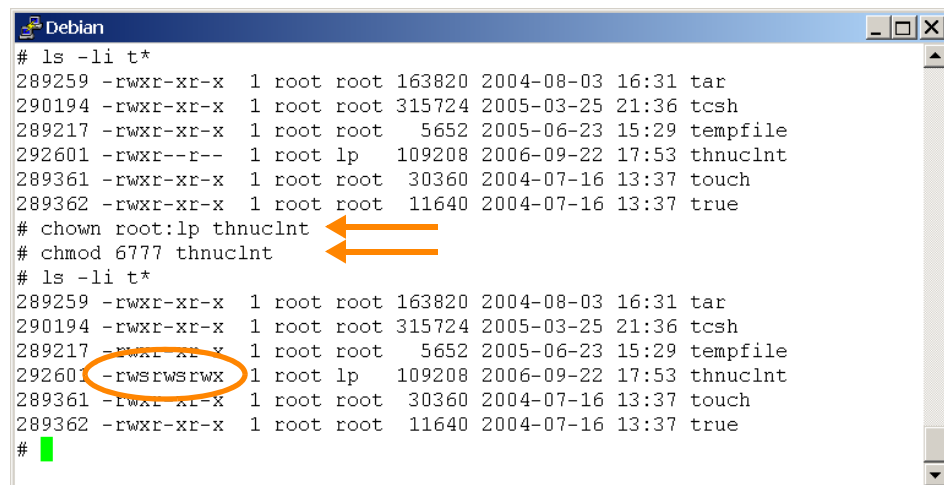

Bild 8 Berechtigungen für die Datei *thnucInt* ändern
4. Ändern Sie die Berechtigungen für diese Datei wie folgt (Bild 8):